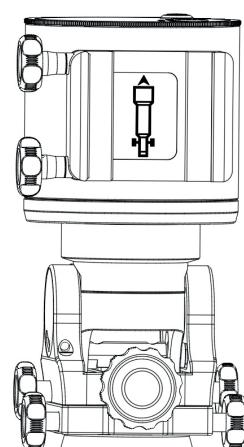

Рис. 3
2. Для работы в альт-азимутальном режиме (AZ) поверните ручку регулировки по высоте до тех пор, пока она не перестанет вращаться, и затяните фиксаторы регулировки по широте. Оставьте монтировку в исходном положении, как показано на рис. 3.